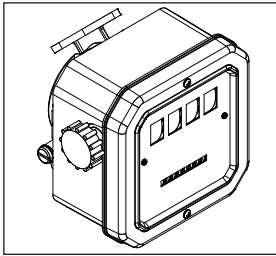

Figura 3
A tela grande do medidor representa o total do lote para cada entrega de combustível. Antes de distribuir, redefina o Total do Lote para zero girando o botão. (Figura 3)
**2.** Redefina o contador do medidor para zero girando o botão de reinicialização. (Figura 3)